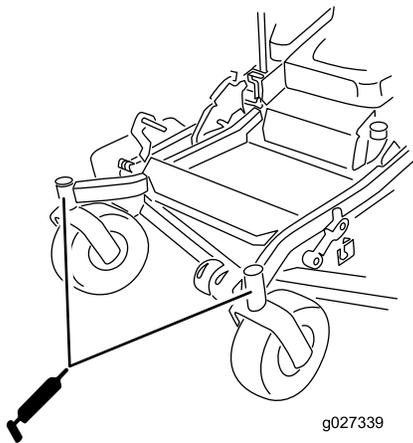

Figura 45
10. Instale el tapón hexagonal y la tapa (Figura 45).
11. Engrase los cojinetes de las ruedas giratorias (Figura 45).